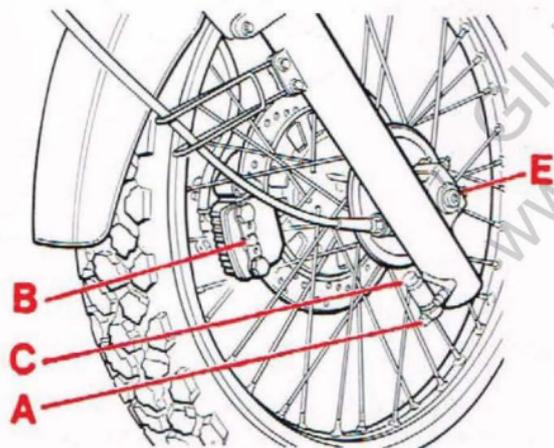

Fig. 29
- Togliere le viti al fermo degli spinotti che vincolano le pastiglie (B - Fig. 29);
È possibile effettuare tale operazione agendo sul pomello girevole (C - Fig. 29) posto nella parte inferiore posteriore del fodero destro: variandone la posizione dall'1 al 4, si aumenta lo smorzamento sul ritorno.